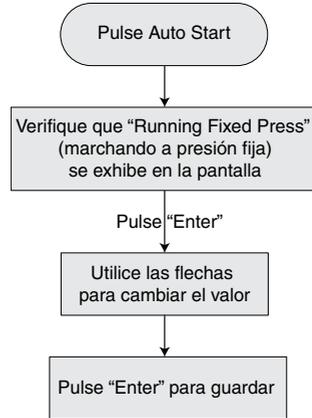

Figura 13 - Cambio del Punto de Referencia de las PSI (libras por pulgada cuadrada) mientras la bomba está en marcha.
- Pulse las teclas siguiendo el orden que se ilustra en la Figura 13 para hacer el cambio que se desea. Este parámetro le permite cambiar el punto de referencia interno o externo (*Internal or External Setpoint*), dependiendo del que se esté haciendo referencia en el momento en que se haga el cambio.